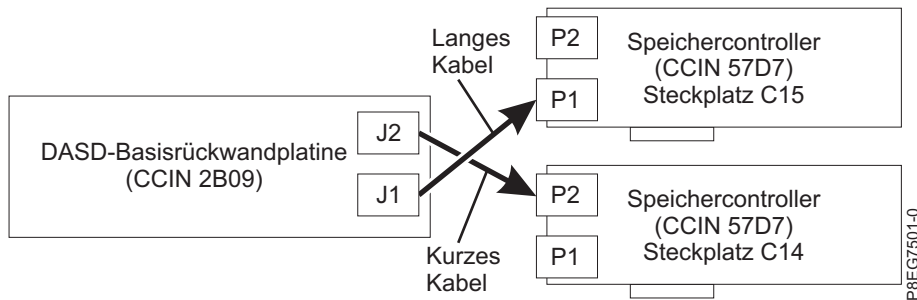

Abbildung 17. SAS-Kabel in einer Konfiguration mit unterteilter Festplatte wieder anschließen
- Wenn Sie über zwei interne PCIe3-x8-SAS-RAID-Adapter (CCIN 57D7) verfügen (unterteilte Festplatte), verbindet das kurze SAS-Kabel den Anschluss an der Rückwandplatine des oberen Plattenlaufwerks (J2) mit dem Anschluss P2 am Adapter in Steckplatz P1-C14. Das lange SAS-Kabel verbindet den Anschluss an der Rückwandplatine des unteren Plattenlaufwerks (J1) mit dem Anschluss P1 am Adapter in Steckplatz P1-C15. Siehe Abb. 17 auf Seite 18.